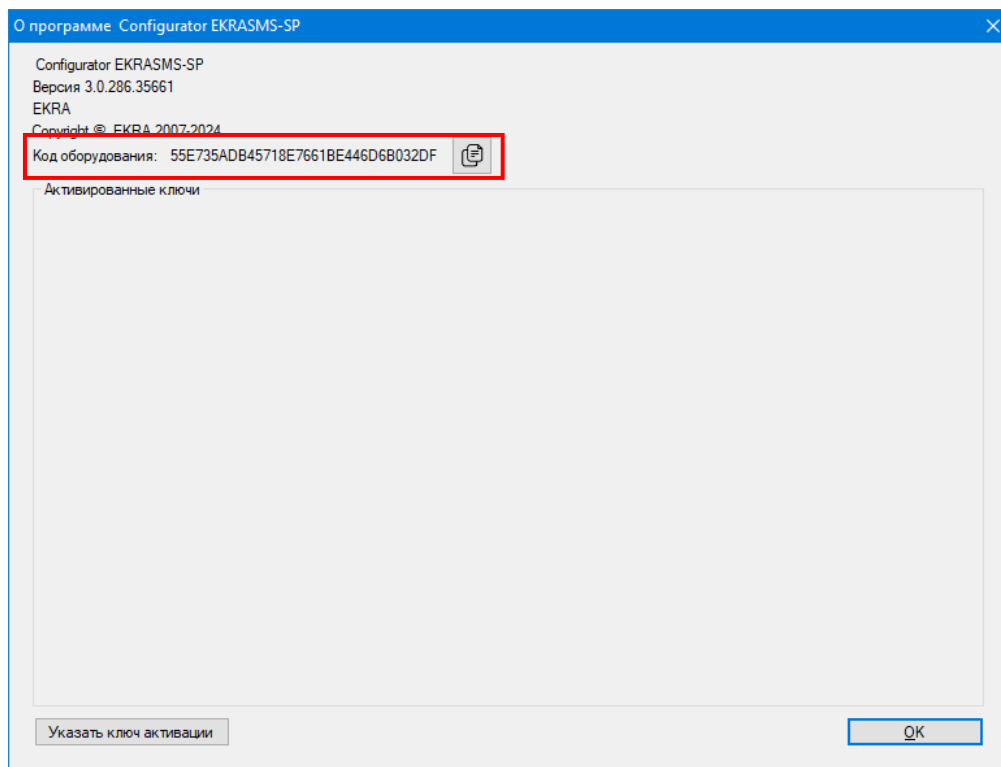

Рисунок 4.2
- в открывшемся окне нажать кнопку  (см. рисунок 4.2) для копирования кода.
5) войти в пункт главного меню **Справка** → **О программе** убедиться, что редакция удалена – поле **Активированные ключи** пустое (см. рисунок 4.2);